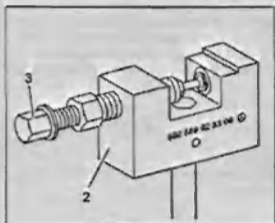

Рис. 3.24. Соберите приспособление 2 для рассоединения цепи и упорный шпindel 3.
8. Соберите приспособление 2 для рассоединения цепи и упорный шпindel 3 (рис. 3.24).